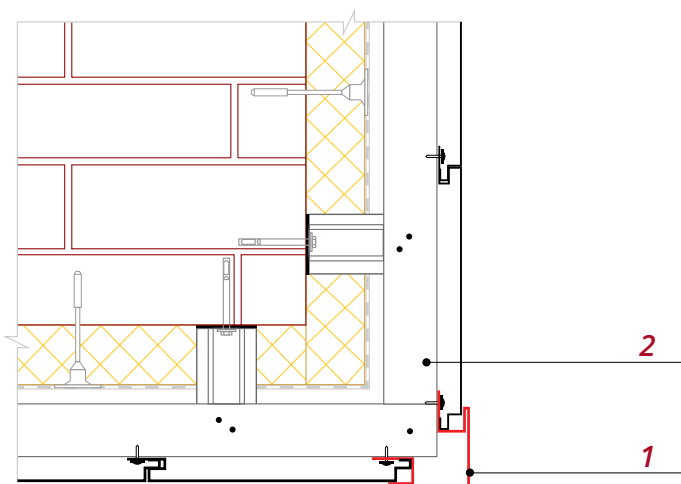

Рис. 9
■ Закрепите Планку угла внешнего **1** к крепежному профилю **2**, предварительно выставив ее по уровню (рис. 9).